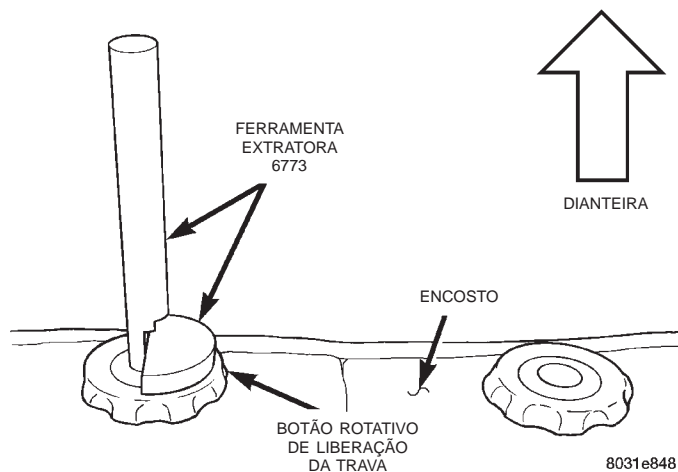

Fig. 3 Posicionamento do Extrator da Bucha de Apoio de Cabeça
- (4) As lingüetas de retenção são posicionadas nos lados da bucha. Ao introduzir o extrator, certifique-se de que a parte plana do colar esteja de frente para a lateral do encosto (Fig. 3).
- (5) Com um pequeno martelo, bata no extrator para liberar a lingüeta de retenção.